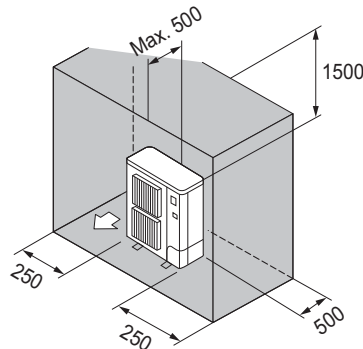

Fig. 3-10
- ⑥ Hindernisse nur auf der Rückseite, beiden Seiten und der Oberseite (Fig. 3-10)